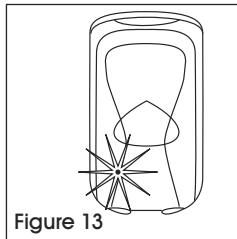

Figure 13
5. Fermez le couvercle du distributeur. Une fois fermé, le voyant d'état clignotera en vert, indiquant que les piles sont correctement installées et que le distributeur est prêt à être rechargé. (Voir Figure 13)